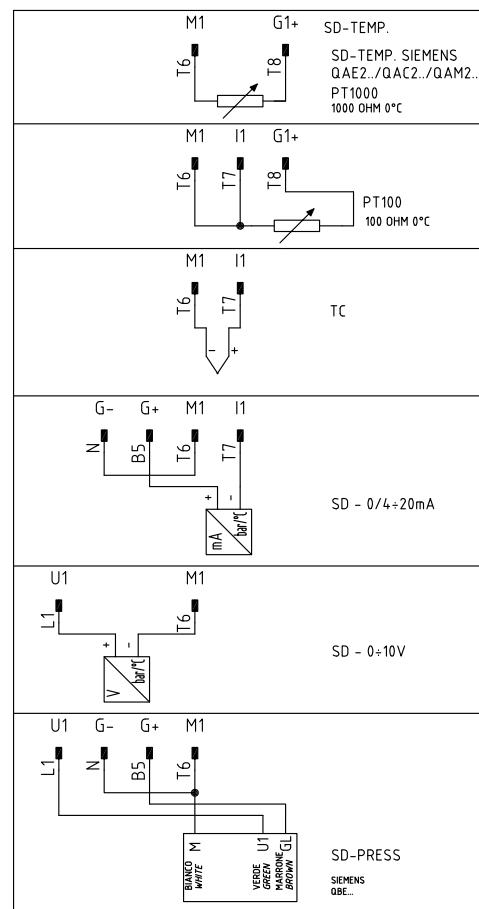

Fig.18 : Schema conectare sonde
3. In cazul arzatoarelor modulante, bornele 5, 6 si 7, de pe regleta de alimentare **MA**, sunt deja conectate la regulatorul de modulare (mod. **RWF40**). Panoul electric este prevazut iesiri pe un conector cu 4 poli, pentru conectarea sondelor de temperatura si presiune (vezi Fig.18).